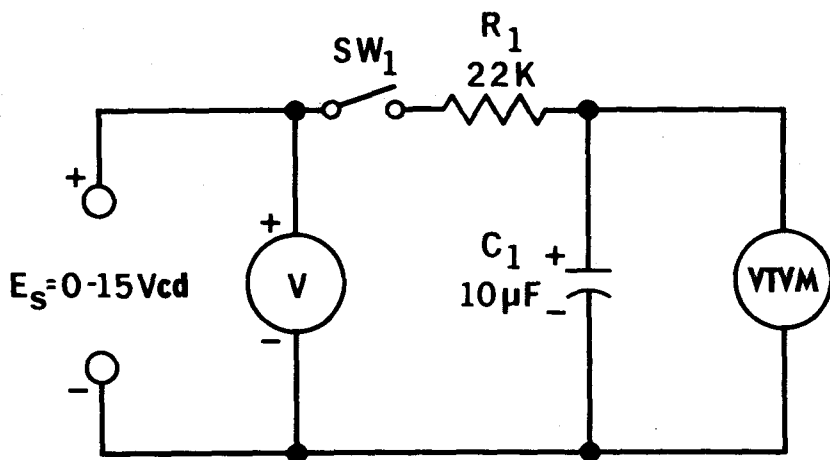

Fig. 37-1
1. Conecte el circuito de la Fig. 37-1 con el VTVM conectado al capacitor C₁.